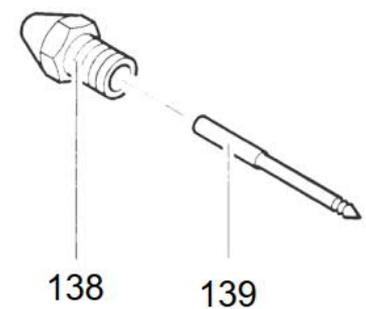

Abb. 4
Sonderzubehör (Abb. 4)
- Düse 9.5 mm Ø (Abb. 4)
- Kurzdüsennadel (Abb. 4)
- **Winkelstück zum Aufwärtsspritzen (Abb. 4) (z. B. Spritzen von Decken)**